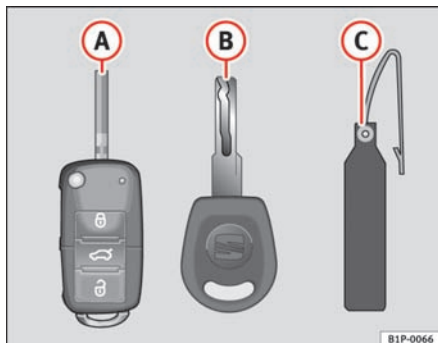

Fig. 63 Nøglesæt
- Nøgle med fjernbetjening ⇒ fig. 63 A (nøglen kan klappes ud)